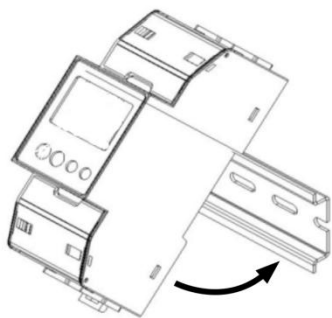
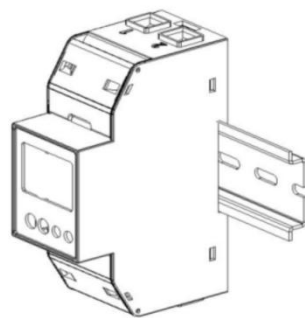

图 1
图 2
- (1). 选择宽为 35 毫米的导轨，将表后端的卡扣下拉；
- (2). 将表后端的导轨卡槽上端先卡在导轨上，如图 1 所示；
- (3). 按照图 1 的方向，将表后端的导轨卡槽下端也卡在导轨上，如图 2 所示；